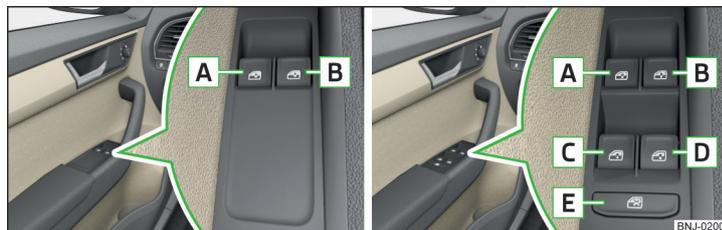

Fig. 45 Teclas de los elevallunas: Variante 1 / Variante 2
Dependiendo del equipamiento pueden operarse las teclas en la puerta, la ventana delantera **Variante 1** y/o la ventana delantera y trasera **Variante 2** » fig. 45.
Para la **Variante 2** » fig. 45, la **ventana del conductor** puede abrirse completamente de forma automática hasta el tope con una pulsación corta. Al volver a pulsar o tras tirar de la tecla, la ventana se queda parada.
Para la **Variante 2** » **fig. 45**, la **ventana del conductor** puede cerrarse completamente de forma automática hasta el tope tirando de la tecla. Al volver a tirar o tras pulsar de la tecla, la ventana se queda parada.
► Pulse la tecla **E** » **fig. 45**.
■ Si se transportan personas en los asientos traseros, las cuales no son completamente independientes, p. ej. niños, se recomienda desactivar las teclas en las puertas traseras con la tecla **E** » **fig. 45**.
- La **Variante 1** del elevalunas eléctrico » **fig. 45 de la pág. 60 no dispone de ningún limitador de fuerza.** Debe cerrar la ventanilla con cuidado. ¡Existe peligro de lesiones!
- La **ventanilla de copiloto de la variante 2** del elevalunas eléctrico » **fig. 45 de la pág. 60 dispone de ningún limitador de fuerza.** Debe cerrar la ventanilla con cuidado. ¡Existe peligro de lesiones!